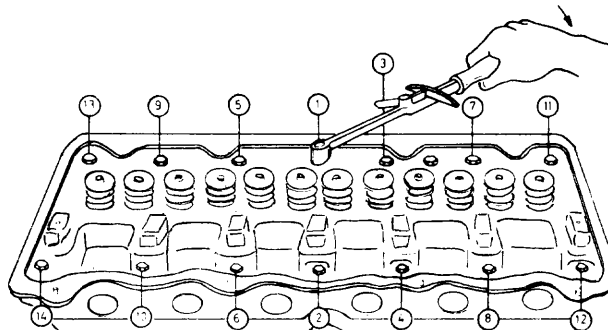

Fig. 1
- c Apriete los tornillos en forma progresiva y alternada, atendiendo a las especificaciones del fabricante (fig. 1).